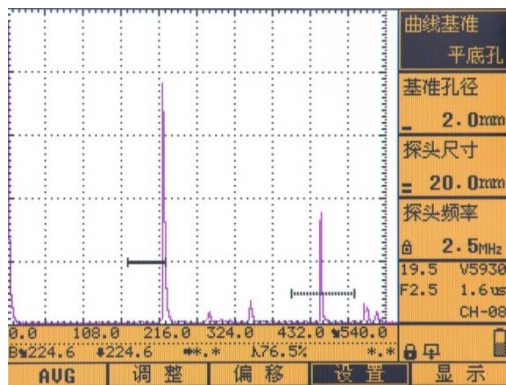

图 6.33
- 1、按【曲线】键进入 DAC 基准设置和制作界面，再按【曲线】键，切换到 AVG 基准设置和制作界面，按【F4】键，选择“设置”主菜单，按【向上】或【向下】键，选择“曲线基准”，通过左旋或右旋飞轮，把“曲线基准”子菜单设置为“平底孔”类型，如图 6.33 所示。